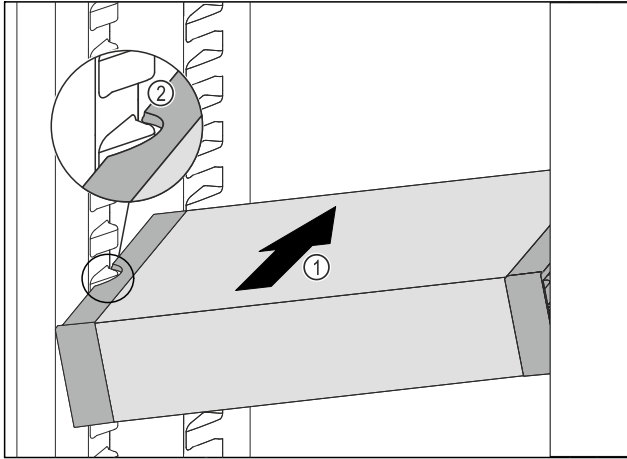

Fig. 164
- Insérer le VarioSafe en biais dans la partie réfrigérateur Fig. 164 (1) jusqu'à ce que les encoches latérales Fig. 164 (2) du VarioSafe se trouvent à la hauteur de la nervure du bac dans la partie réfrigérateur.